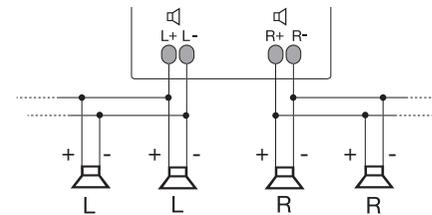

Bild 4
- i** Für eine noch breitere Klangverteilung im Raum lassen sich pro Kanal mehrere Lautsprecher parallel schalten (Bild 4). Dabei unbedingt die resultierende, niedrigere Impedanz beachten sowie die technischen Spezifikationen der Audio-Signalquelle!